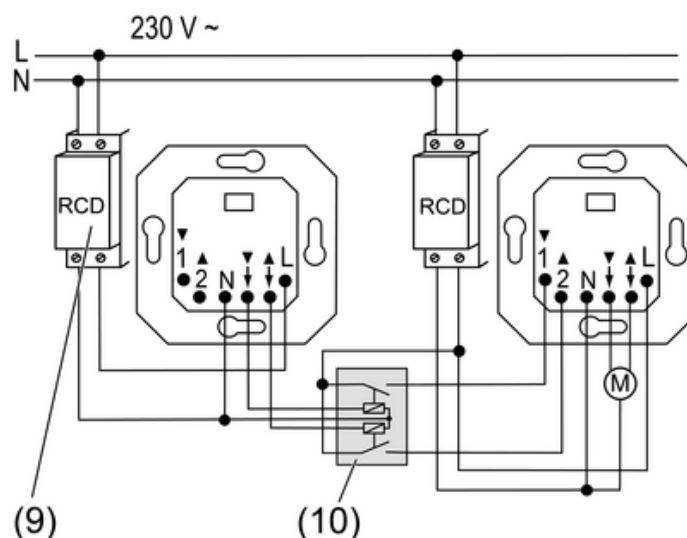

Bild 4: Anschlussbeispiel zwei RCD-Kreise
- (9) Fehlerstromschutzschalter, RCD
- (10) Jalousie-Trennrelais
- Die Geräte nach Anschlussbeispiel anschließen (Bild 4).